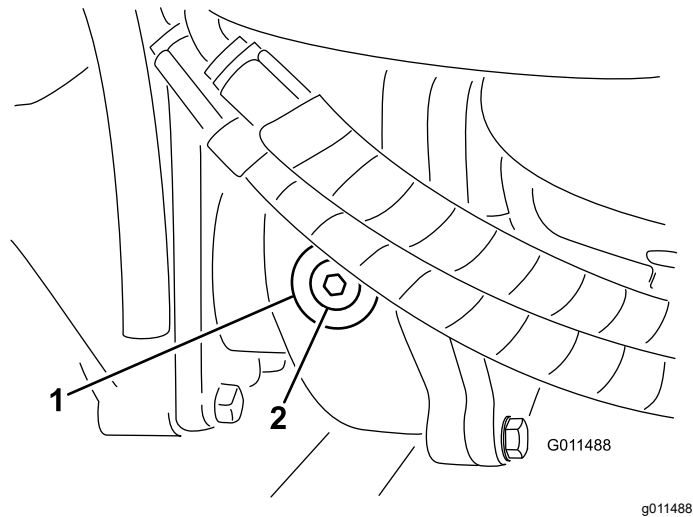

Figure 71
2. Enlevez le bouchon de contrôle/remplissage du côté gauche du boîtier d'engrenages et vérifiez que le lubrifiant atteint la base de l'orifice (Figure 71).